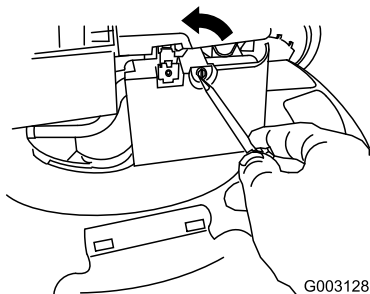

Figura 35
2. Aprite il coperchio del filtro dell'aria con un cacciavite (Figura 35).